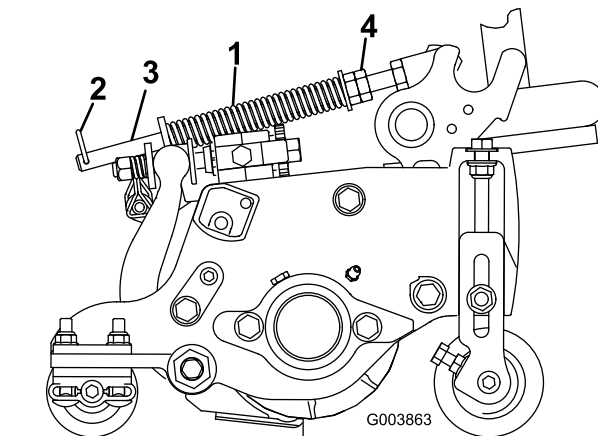

図 13
1. ヘアピンコッターがスプリングロッドの後の穴に差し込まれていることを必ず確認しておいてください（図 13）。
2. スプリングロッド前部の六角ナットを締め、スプリング（圧縮状態）の長さが12.7 cm になるようにする（図 13）。